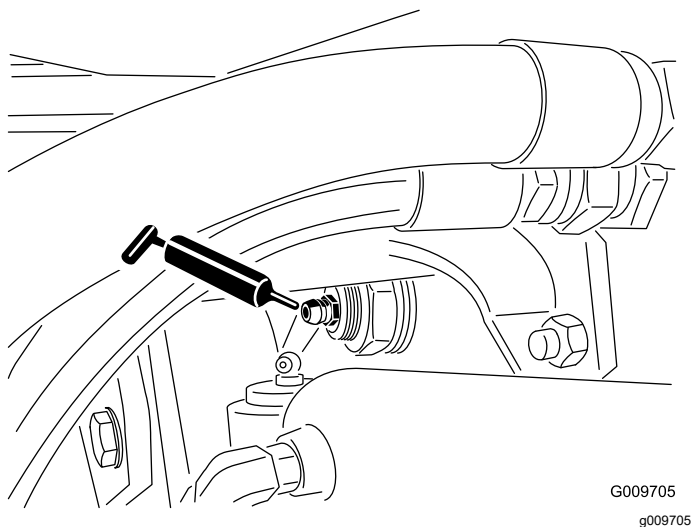

Figura 51
- Buce de pivotare a axului spate (2), aa cum se arată în Figura 51